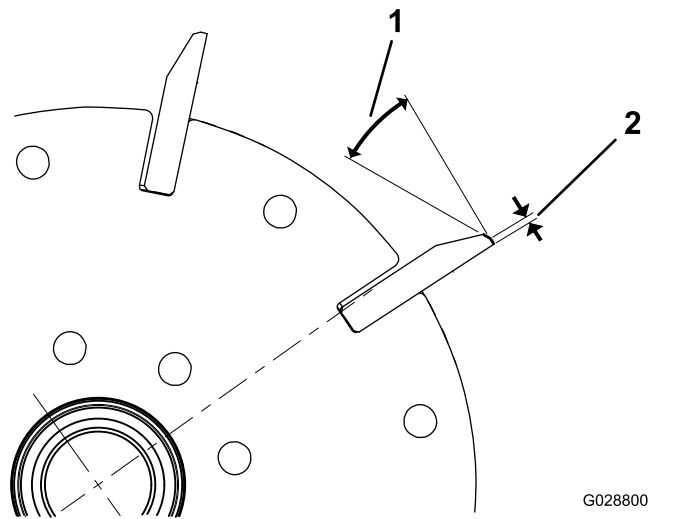
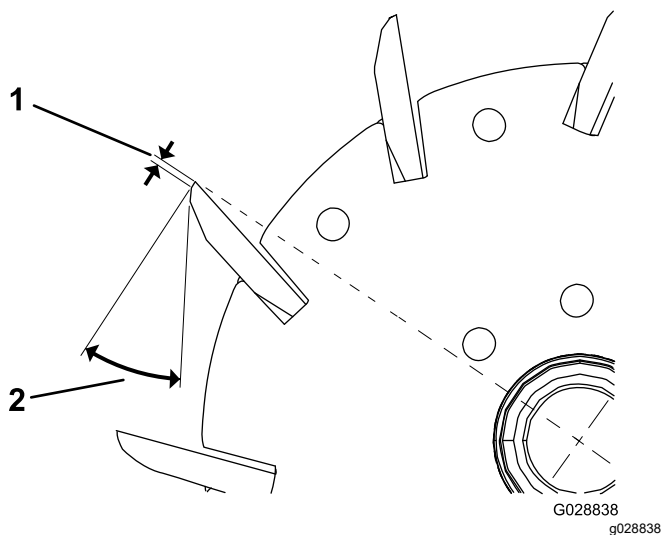

Figure 22
Figure 23
1. Créez un angle de dépouille de 30° sur toutes les lames de cylindre jusqu'à obtention d'une facette de 1,3 mm de largeur (Figure 22 et Figure 23).